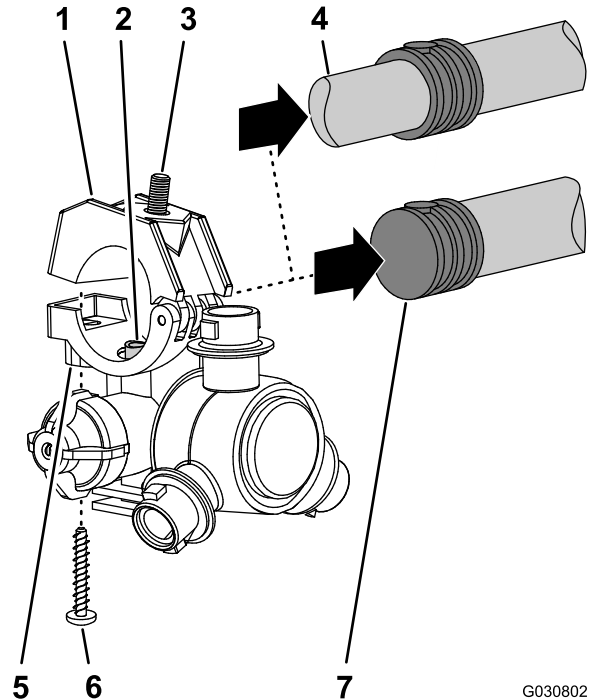

Figura 121
5. Trabajando con las 8 boquillas de fumigación que retiró en el paso 1, retire los tornillos de acero inoxidable (Nº 12 x 1-1/4") que sujetan las mitades superiores de las abrazaderas y los conectores de manguera de dentado simple o doble (3/4") al cuerpo de cada boquilla de fumigación, y retire los conectores de manguera dentado (Figura 121).